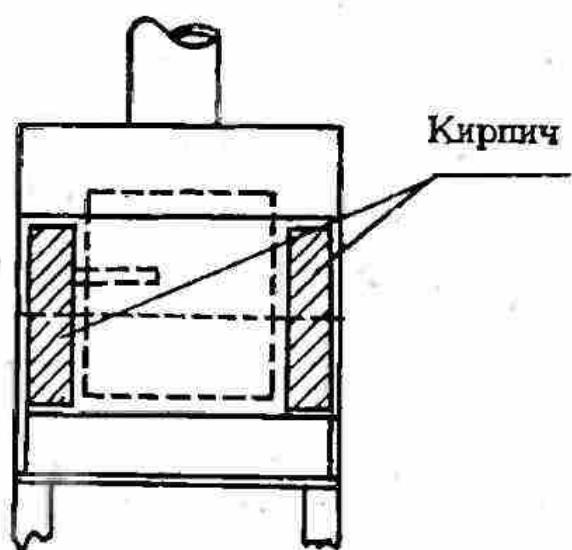

Рис. 59
2. Положите в топке по бокам кирпичи на ребро. Этим вы значительно уменьшите расход топлива, при той же, по сути, теплоотдаче, не так будут накаляться стенки топки и частично аккумулируется тепло (рис. 59).